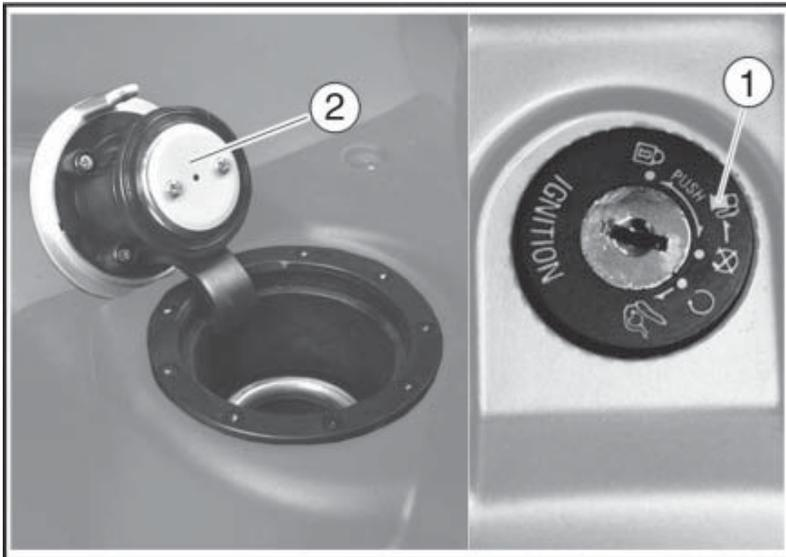

Fig. 01
- Il tappo serbatoio «**2 - Fig. 01**» si apre automaticamente.